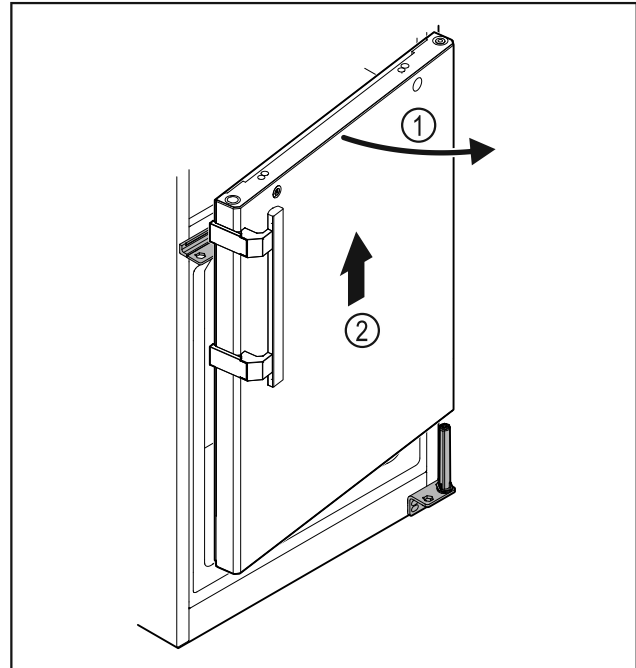

Fig. 32
- ▶ Tür Fig. 32 (1) leicht öffnen, circa 200 mm gerade nach oben heben und abnehmen Fig. 32 (2).